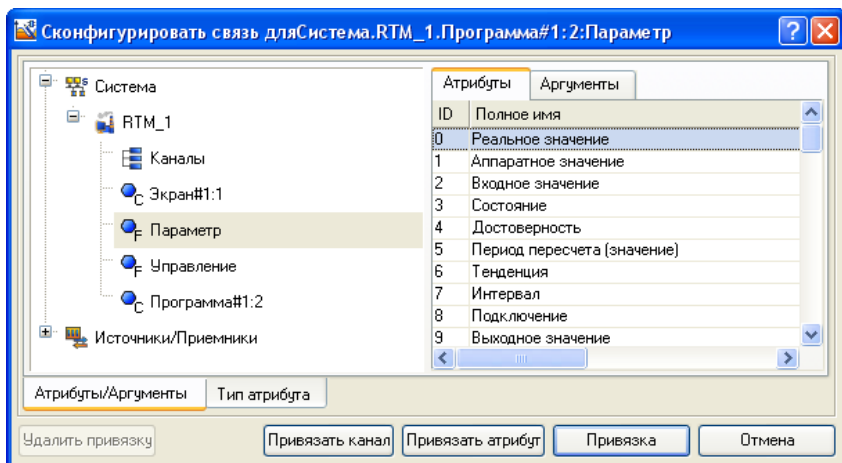

Рис. 11
4.4.3. Подвійним натисненням в полі **Прив'язка** зв'язати аргументи програми з атрибутами каналів – аргумент **Параметр** до реального значення каналу **Параметр**, аргумент **Управління** до реального значення каналу **Управління** (рис. 11).